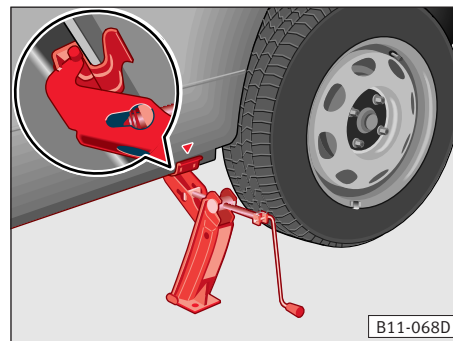

Fig. 139
A fig. 139 mostra o macaco colocado na parte traseira do veículo.
– A garra do macaco deverá tocar o nervo vertical da longarina inferior para que não tenha a possibilidade de resvalar o macaco quando levanta o veículo ⇒ fig. 139.